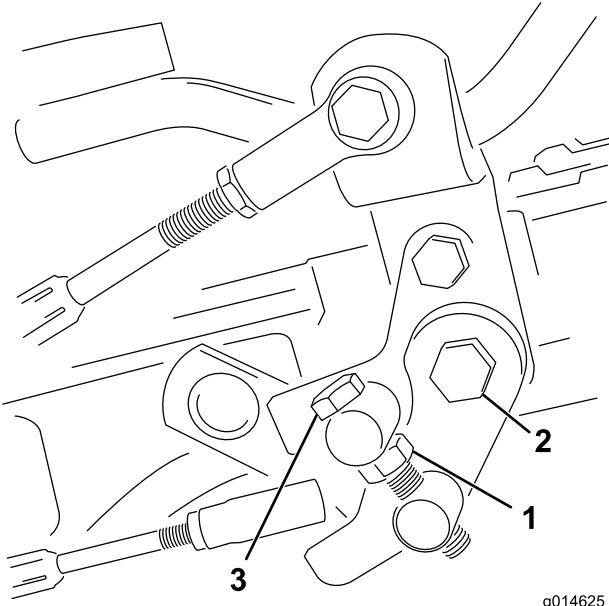

Figura 50
1. Afloje la contratuerca del tornillo de caperuza del muñón (Figura 50).
4. Apriete la contratuerca del perno del muñón y la tuerca de la articulación del pedal para bloquear el ajuste (Figura 50). Compruebe el funcionamiento, y vuelva a ajustar si es necesario.